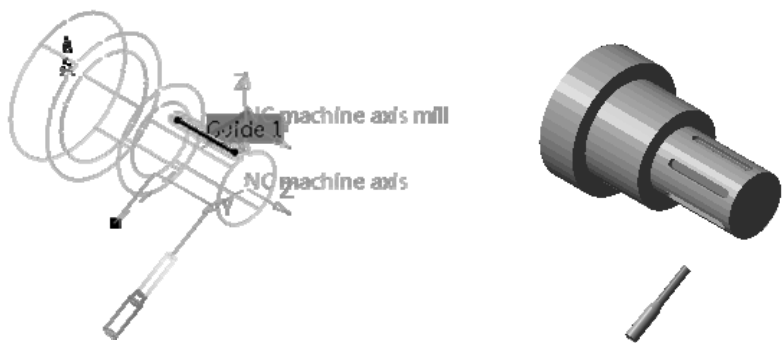

图 7-138 刀具路径轨迹和实体切削仿真（1）
4) 重复上述 3) 刀具路径旋转的操作步骤，将“Multi-Axis Curve Sweeping.3”刀具路径旋转 120°，显示刀具路径轨迹和实体切削仿真 (1) 如图 7-138 所示。